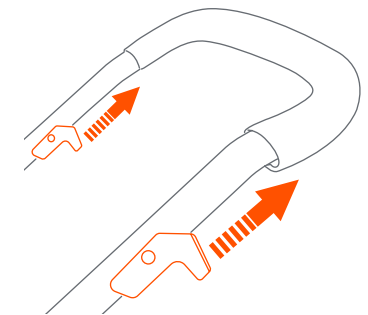

Fig. 8a
- 8) • Pull both triggers together to fold the wagon (Fig. 8a).
- Jale ambos gatillos al mismo tiempo para plegar el vagón (Fig. 8a).
- Tirez les deux gâchettes en même temps pour plier le wagon (Fig. 8a).